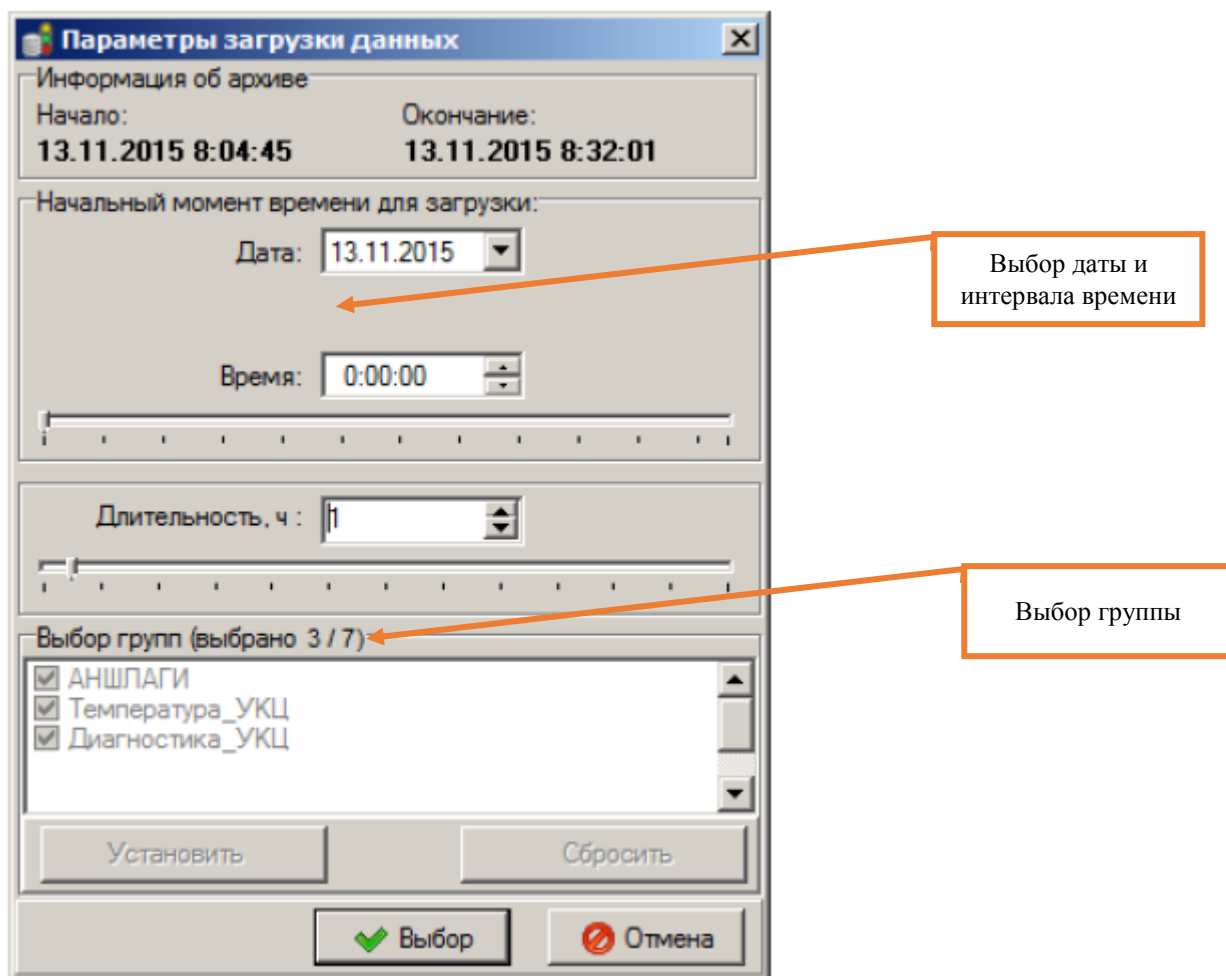

Рисунок 6. Выбор интервала времени и группы.
7.1.6 Выбрать время начала и окончания загрузки данных для просмотра архива. (Рисунок 6). Можно выбрать необходимые для просмотра группы (Рисунок 6). Выбор групп проводится с помощью кнопки «Установить», удаление ненужных групп выполняется с помощью кнопки «Сбросить». Затем для загрузки данных архива нажать кнопку «Выбор».